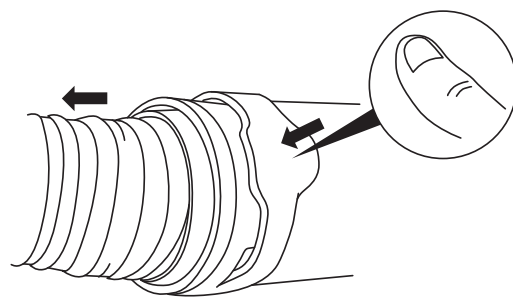

Fig. 1b
- Para desconectar el tubo de respiración, comprime las lengüetas del extremo del QRS para liberarlo y, luego, tira hacia atrás para retirarlo (Fig. 1b).